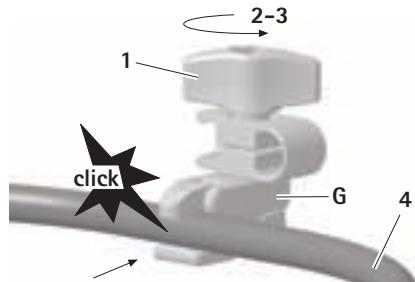

Рис. 6
- ▶ Установить фиксационную скобу G в желаемое положение на раме 4 (BV814R/BV815R), см. Рис. 6.